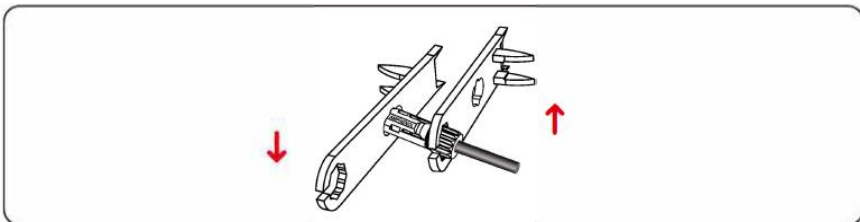

Figura 5.11 Bloqueo de conectores
**Paso 4** Apriete las tuercas de seguridad de los conectores positivo y negativo con una llave de extracción, como se muestra en la figura 5.11.